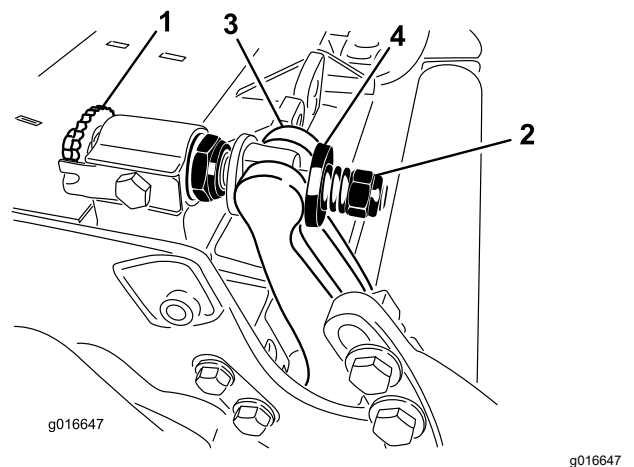

Figura 34
1. Gire los tornillos de ajuste de la barra de asiento en sentido antihorario para alejar la contracuchilla del molinete (Figura 34).
2. Afloje la tuerca de tensado del muelle hasta que el muelle deje de presionar la arandela contra la barra de asiento (Figura 34).